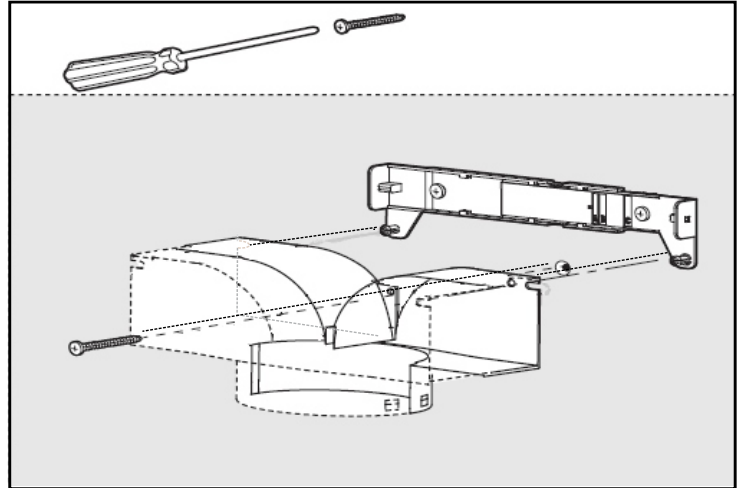

Fig.7
- Fijar en la pared la derivación de plástico, justo por debajo del soporte del telescopio decorativo **(Fig.7)**. Los dos “pins” de posición del soporte, deben encajar con los agujeros de la derivación de plástico.